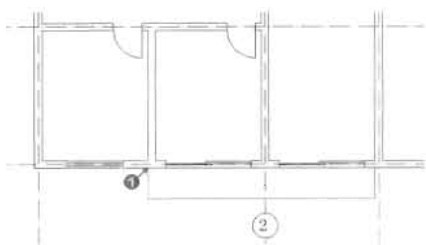

图 5-167
(4) 单击“绘图”工具栏中的“矩形”按钮, 捕捉如图 5-167 所示的点绘制一个矩形, 命令执行过程如下。